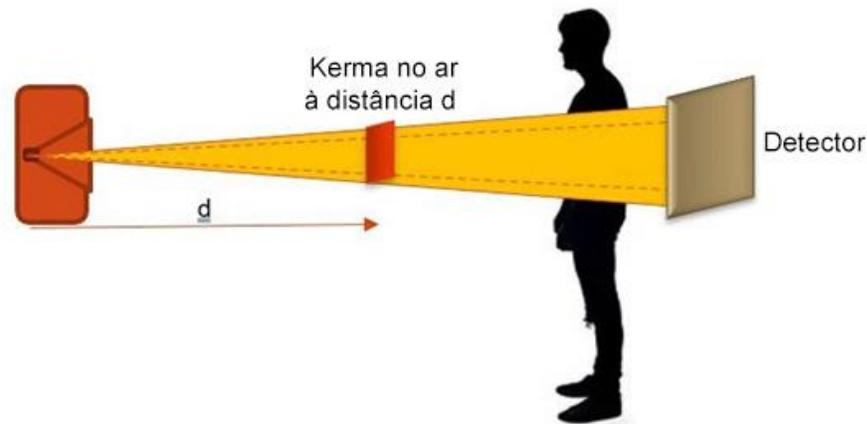

Fig. 24 –Kerma no ar à distância d - Detector
- O kerma no ar (K_a) de um feixe de raios X (Fig. 24) depende do produto corrente-tempo (Q), da voltagem ao quadrado (U^2), do quadrado inverso da distância até a fonte (d^{-2}) e da constante C do tubo de raios X como segue: